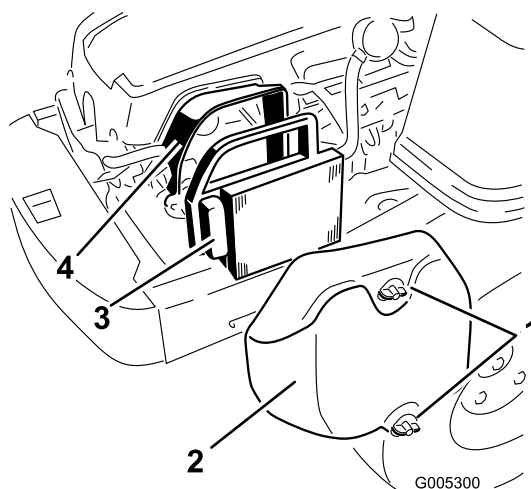

Figure 28
1. Déposez le couvercle du filtre à air (Figure 28).
2. Sortez l'élément du filtre à air avec le joint en caoutchouc intégré (Figure 28).
5. Installez l'élément en papier, côté plissé à l'extérieur, et engagez le joint en caoutchouc sur les bords de la base du filtre à air (Figure 28).
6. Reposez et fixez solidement le couvercle du filtre à air à l'aide des deux boutons (Figure 28).